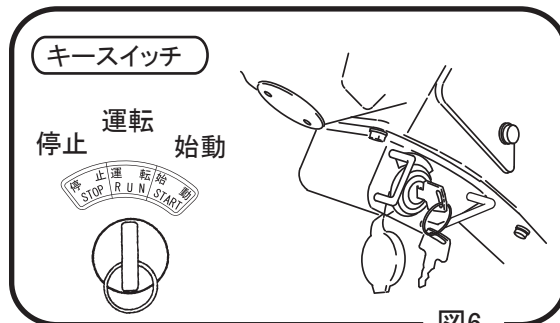

図6
- キーをさらに「始動」の位置へ回すと、エンジンが始動します。(図6)